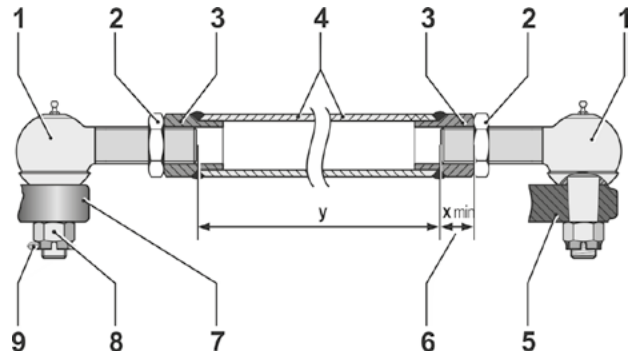

Fig. 2: Stangsystem
2. Sæt det andet kugleled i armaturarmens (5) konusudboring og skru det fast med en kronemøtrik. Lås også her kronemøtrikken fast med en split for at forhindre, at den løsner sig af sig selv.
3. Anbring armaturarmen (5) og svingarmen (7) parallelt i forhold til hinanden.
4. Skru begge svejsemøtrikker (3) på kugleledene (1) til ca. midten af gevindlængden.
Overhold minimums-gevindoverlappningen, se fig. 2, pos. 6: